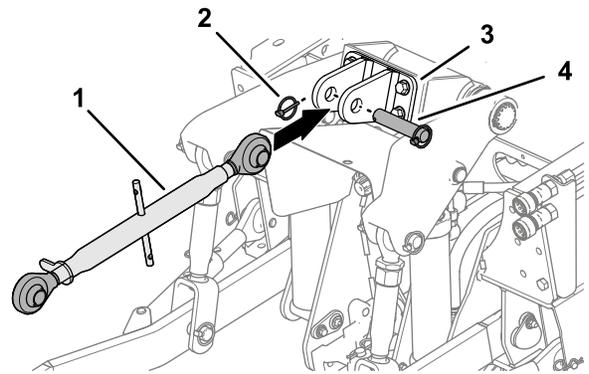

図 16
3. 3点ヒッチの上リンクが外されている場合には取り付ける図 16。